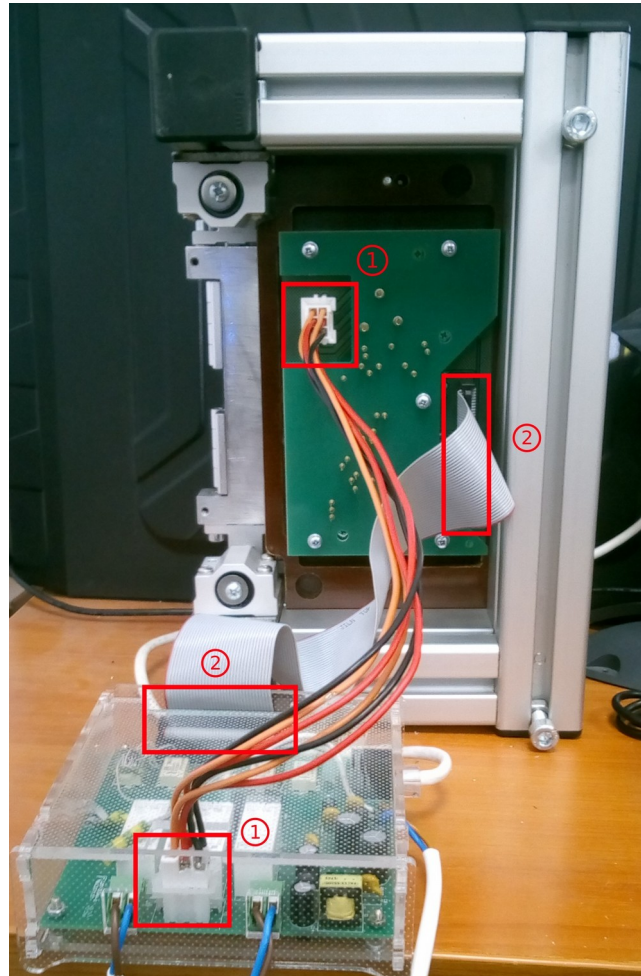

Рисунок 5
- ✓ шлейф питания (**Рисунок 5** — метка 1)
- ✓ шина данных (**Рисунок 5** — метка 2)